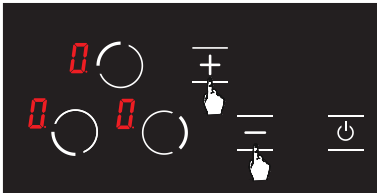

Afbeelding 14
4. Na de instelling van de automatische opwarming kunt u het gewenste bereidingsniveau instellen met de **+** en de **-** knoppen. (zie Afb. 14) Het **A** pictogram en het geselecteerde bereidingsniveau verschijnen alternerend op het scherm.